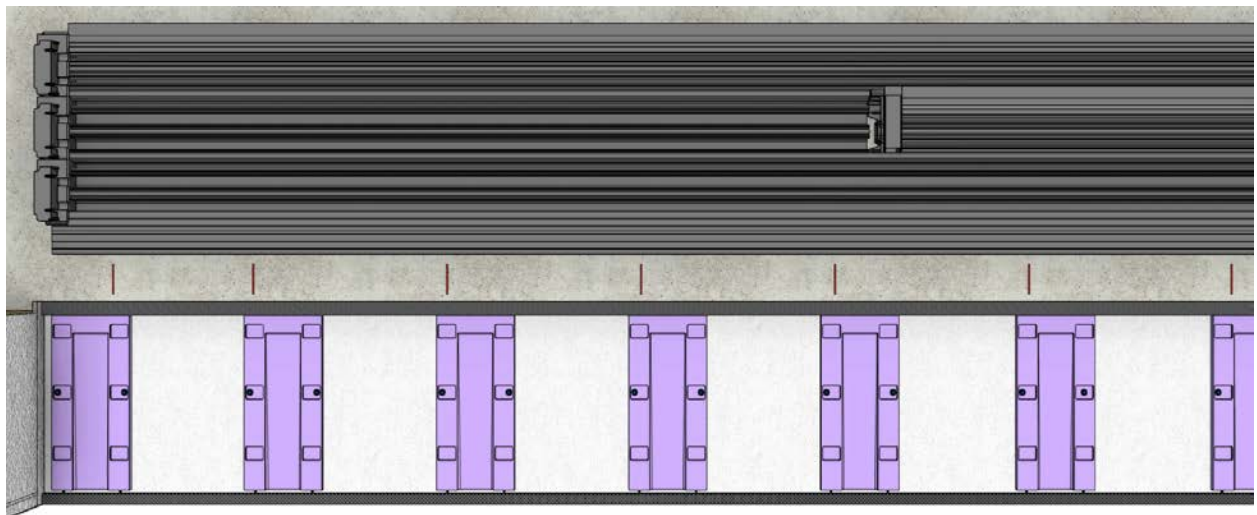

Fig 15
- Repite el procedimiento para todas las cuñas; consulte la Fig. 15.